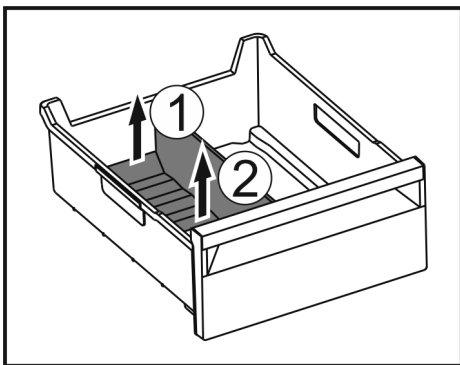

Fig. 168
- Løft opp baksiden av isrom-deleren. Fig. 168 (1)
- Ta ut isrom-deleren oppover. Fig. 168 (2)